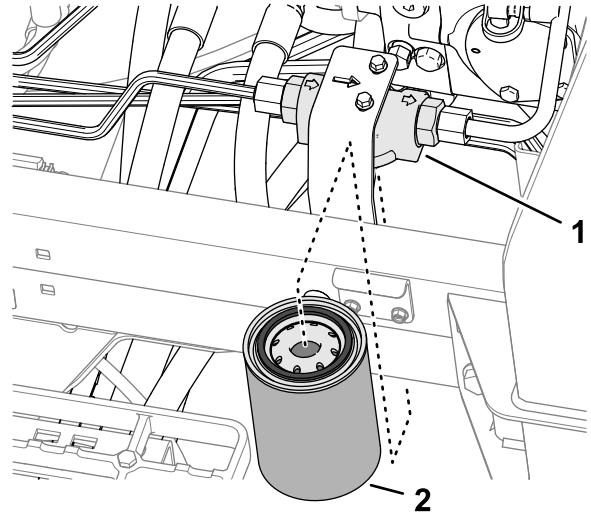

Figura 146
3. No lado esquerdo da máquina, alinhe um recipiente de drenagem debaixo do filtro de carga (Figura 146).